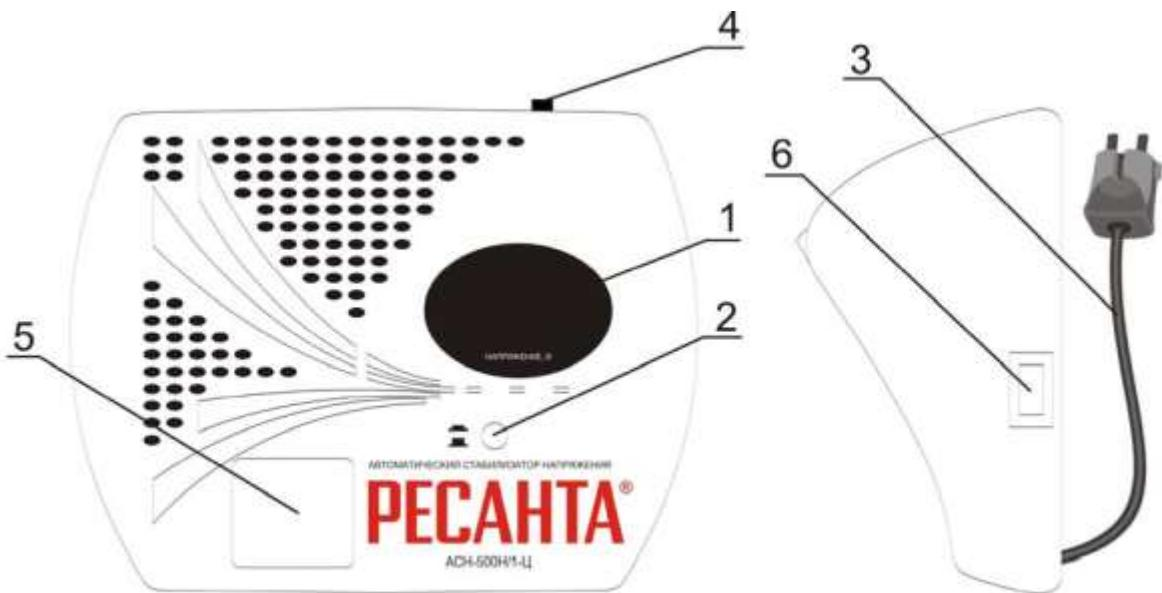

РИС. 2
- Убедиться в том, что выключатель (рис. 2, поз. 3) находится в положении «выкл».
- Перевести выключатель (рис. 2, поз. 3) в положение «вкл» на 10 секунд.
- Дисплей (рис. 2, поз. 1) должен показывать 220 В при работе стабилизатора в штатном режиме.
- Перевести выключатель (рис. 2, поз. 3) в положение «выкл».
- Включить нагрузку в розетку (рис. 2, поз. 5) стабилизатора.
- Установить выключатель (рис. 2, поз. 3) в положение «вкл».
1. Не горит индикатор «сеть»	<ol style="list-style-type: none"> 1. Вилка на включена в розетку 2. Проверить, включен ли выключатель (рис. 2, поз. 3) 3. Проверить предохранитель (рис. 2, поз. 4)